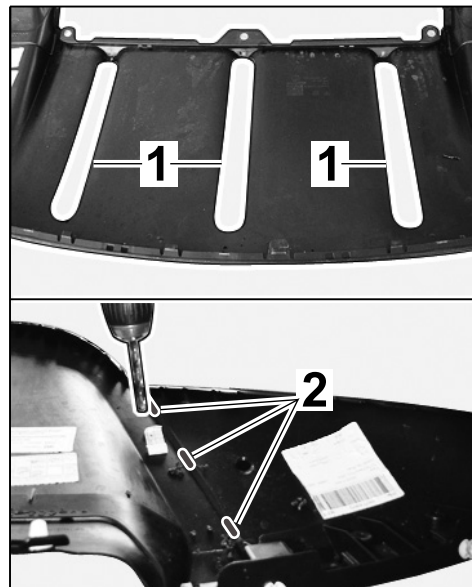

Рис. 5
- 1.6.3 Выполнить соответствующие продольные отверстия по отметкам с помощью сверла, вибропилы и ножа ($\Rightarrow$ Рис. 5).